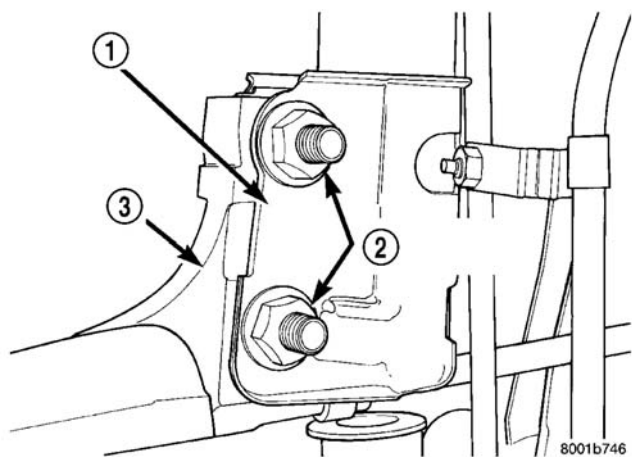

图6 滑柱至转向节的装接螺母
- （10）从转向节上卸下转向节至滑柱的固定螺栓（图 6）。